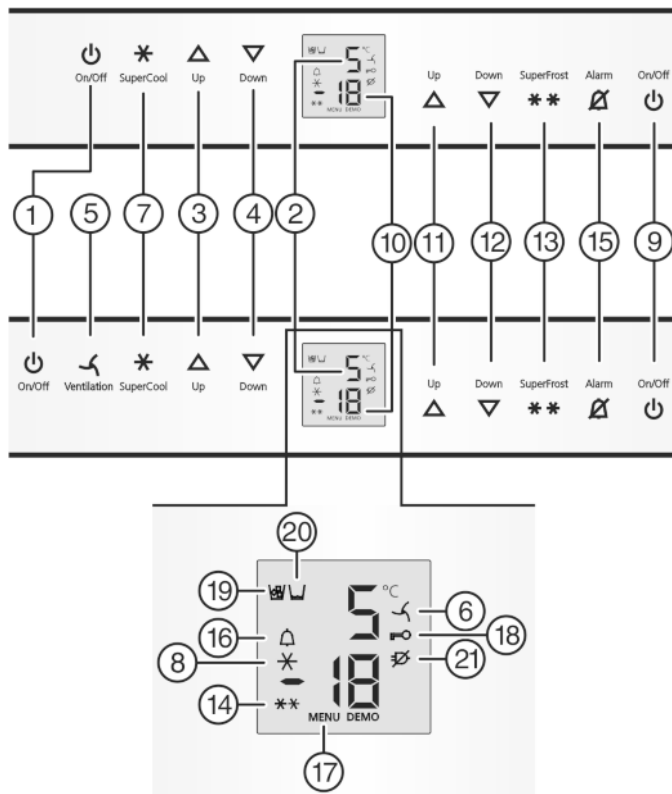

Fig. 2
- Нажмите кнопку On/Off морозильного отделения Fig. 2 (9).
- Нажмите кнопку On/Off холодильного отделения Fig. 2 (1).
- ▶ Активация режима настройки: удерживайте кнопку SuperFrost Fig. 2 (13) прибл. 5 секунд.
- ▷ Символ меню Fig. 2 (17) горит.
- ▶ Коротко нажмите кнопку SuperFrost Fig. 2 (13) для подтверждения.
- ▶ Для включения защиты от детей коротко нажмите клавишу SuperFrost Fig. 2 (13).
- ▷ Символ "Защита от детей" Fig. 2 (18) горит. На индикации мигает **с**.
- ▶ Для выключения защиты от детей коротко нажмите клавишу SuperFrost Fig. 2 (13).
- ▷ Символ защиты от детей Fig. 2 (18) гаснет. На индикации мигает **с**.
- ▶ Выход из режима настройки: нажмите кнопку On/Off морозильного отделения Fig. 2 (9).
- ▶ Нажмите кнопку Alarm Fig. 2 (15).
Одновременно мигает индикация температуры и символ тревоги Fig. 2 (16).